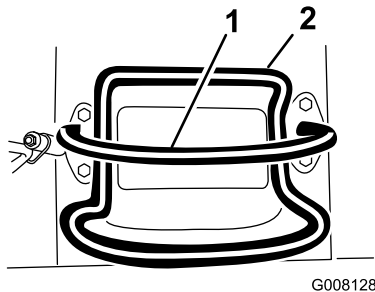

Bild 6
- Lassen Sie zum Anhalten den Fahrantriebshebel los (**Bild 6**).